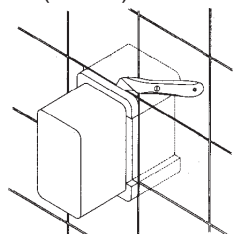

Abb. 2
5. Hartschaumverpackung erst wieder entfernen, wenn der Raum fertig verputzt und verfliest ist. Hierzu überstehenden Teil der Hartschaumverpackung wegschneiden (Abb. 2).